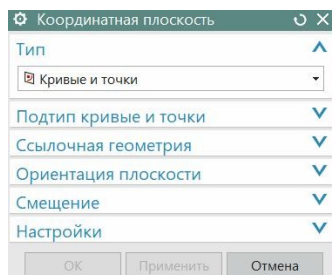

Рис.51
- Пример обычного диалогового окна приведен на рис. 51. С помощью этого диалогового окна вы можете построить некоторую вспомогательную (координатную) плоскость.
- Как видите, по горизонтали диалоговое окно (рис.51) разделено на несколько полей. Состав этих полей зависит от типа команды. На рис. 51 все эти поля пока находятся в *свернутом* состоянии.